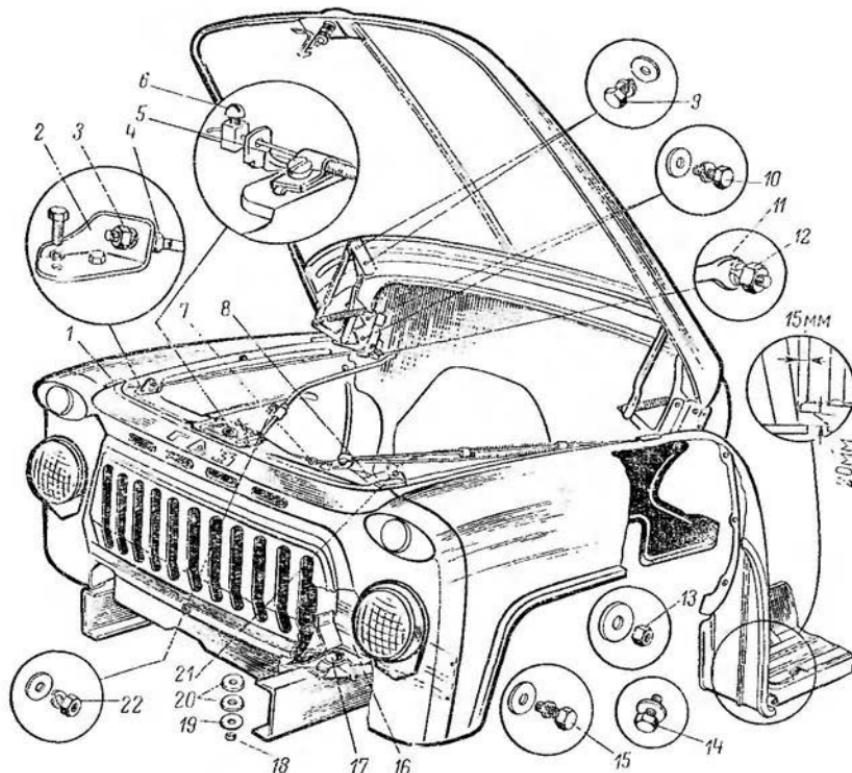

Рис. 157. Оперение автомобиля ГАЗ-53:
**Снятие оперения.** Оперение (рис. 157) ГАЗ-53А снимать в такой последовательности.
При правильно установленном оперении облицовка радиатора и брызговики крыльев не должны задевать за раму или установленные на ней узлы. Резиновые прокладки крыла не должны иметь местных вспучиваний. Между крылом и подножкой должны быть выдержаны зазоры, показанные на рис. 157. Несоблюдение величины этих зазоров приведет либо к задеванию (дребежанию) крыла о подножку, либо к забрызгиванию двери кабины грязью из-под переднего крыла.
Отвернуть болты 9 (см. рис. 157) крепления капота к петлям.